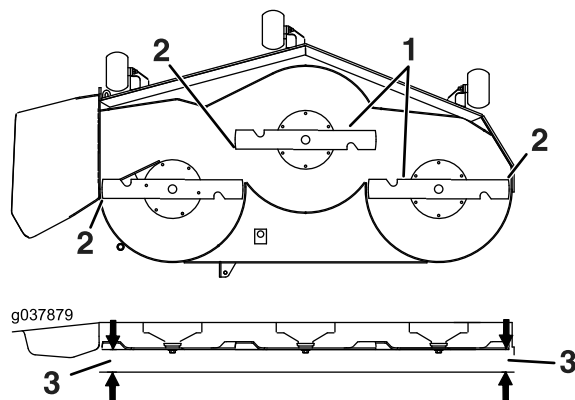

Figura 86
6. Măsurați de la vârful lamei până la suprafața plană (Figura 86). Dacă ambele măsurători nu sunt mai mici de 5 mm, reglați planeitatea; continuați cu această procedură.
14. Rotii cu atenție lamele dintr-o parte în cealaltă (**Figura 86**).